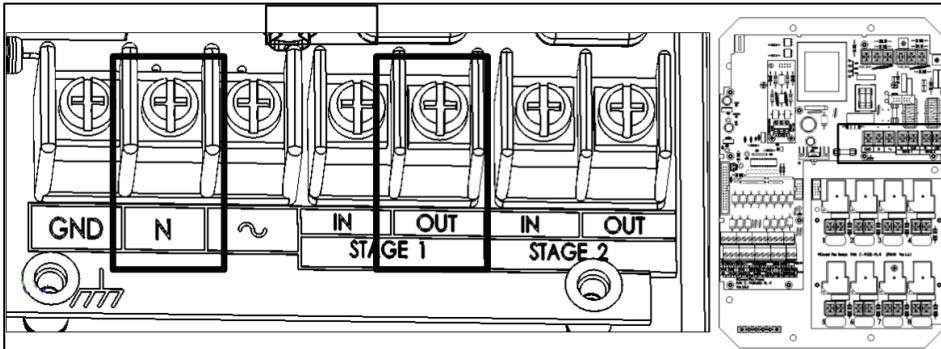
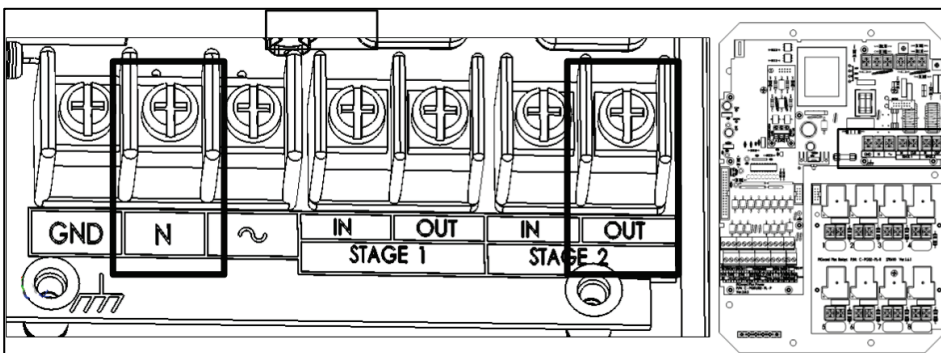

Figura 5: TRIAC 1 Alimentare
Figura 6: TRIAC 2 Alimentare
7. Plasa ț și sondele pe porturile de intrare N și Etapă ieșire (Figura 5 sau Figura 6 pentru TRIAC 1 sau, respectiv, TRIAC 2). Voltmetrul afișează tensiunea transmisă ventilatorului.